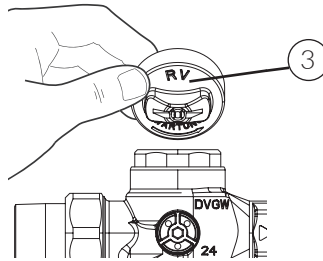

Abb. 9
Zum Austausch des RV drehen Sie den Griff (1) wieder im Uhrzeigersinn bis zum Anschlag und entfernen die Kappe (3) auf der gegenüberliegenden Seite (Abb. 9). Die Kappe ist gleichzeitig das Werkzeug für den Ausbau des RV. Drücken Sie die Kappe mit der Oberseite nach unten auf die Achse des RV und schrauben Sie den RV-Einsatz gegen den Uhrzeigersinn aus dem Gehäuse heraus.